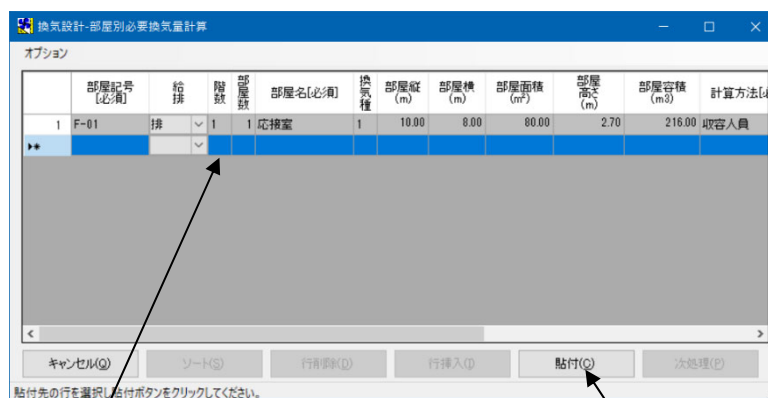

図 14
(3) 貼付け先を指定(図 14-①)し、
[貼付(C)] ボタン(図 14-②)を